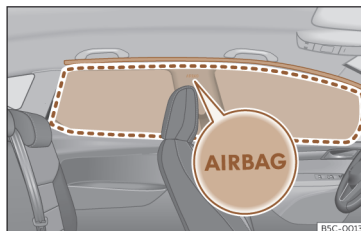

Fig. 29 Localização dos airbags da cabeça.
Os airbags da cabeça estão localizados de ambos os lados do habitáculo, por cima das portas >>> **Fig. 29** e estão assinalados pelo logo «AIRBAG».
Ao ativar-se, o airbag da cabeça ocupa a zona assinalada (raio de alcance) >>> **Fig. 29**. Por este motivo, nunca se deverá colocar ou fixar objetos nesta zona >>> **Δ**.
- Assegure-se de que as crianças viajem sentadas corretamente nas suas cadeiras e não colocam a cabeça na zona de insuflação dos airbags para a cabeça >>> **Fig. 29**, uma vez que, se os airbags disparassem, estes poderiam bater-lhes e causar-lhes lesões graves.